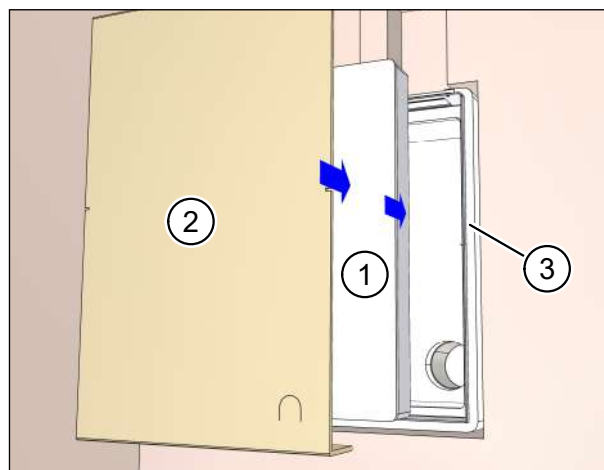

Fig. 23: Inserimento del coperchio protettivo e del coperchio di protezione dall'intonaco
- ▶ Inserire il coperchio protettivo (pos. 1 nella Fig. 23) nella cassetta a muro (pos. 3 nella Fig. 23).
- ▶ Inserire il coperchio di protezione dall'intonaco (pos. 2 nella Fig. 23) nella cassetta a muro (pos. 3 nella Fig. 23) fino al punto d'arresto.